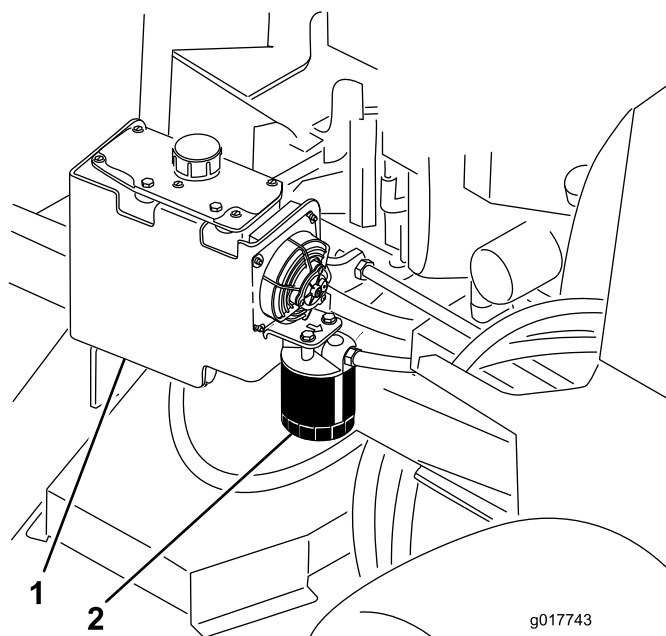

Figure 82
3. Trouvez le filtre et placez un bac de vidange au-dessous (Figure 82).